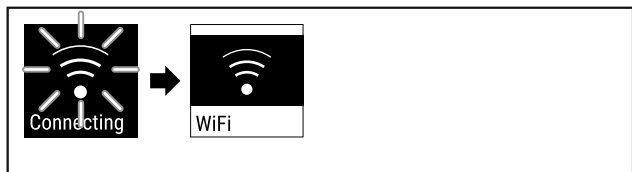

Fig. 85
- ▶ Forbindelsen er etableret (se Fig. 85).